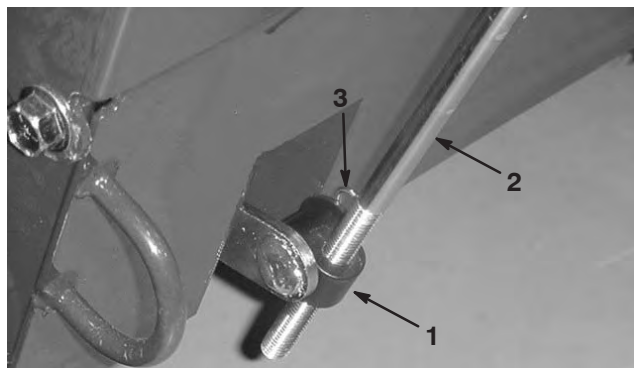

Figure 5
6. Insérez le raccord de la tige sur l'arbre de changement de vitesse et fixez-le avec une rondelle et une goupille fendue (Fig. 5).